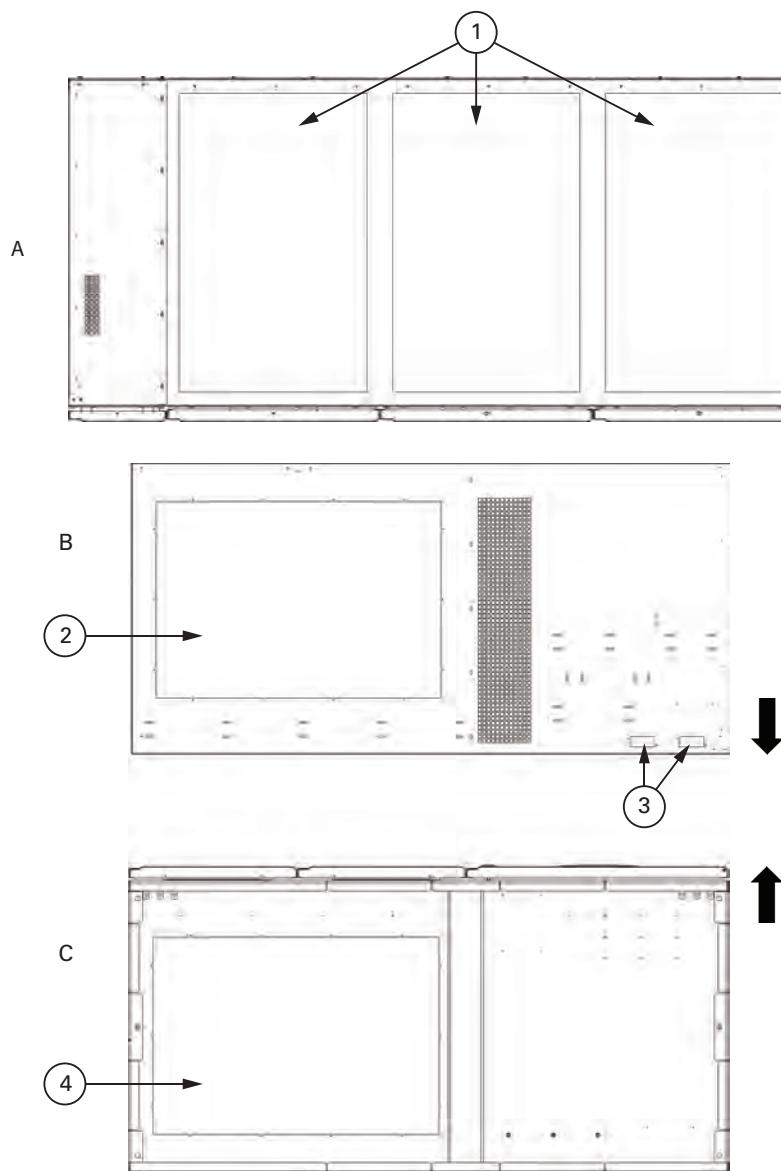
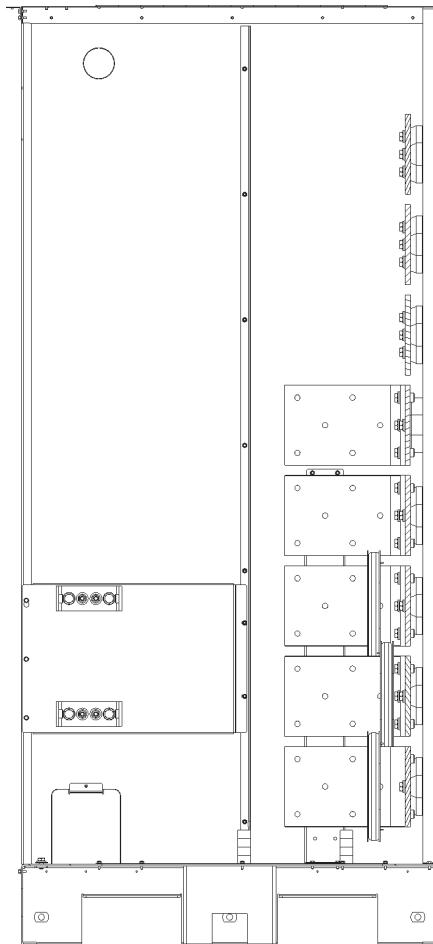
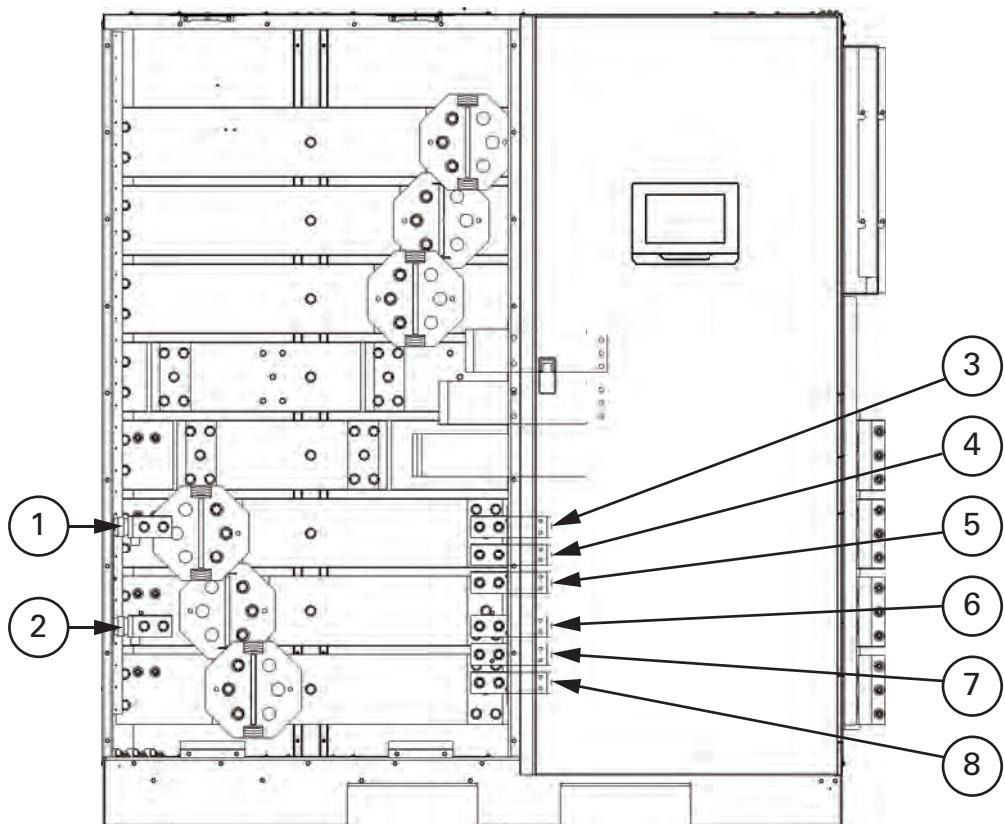

Рис. 4-14. Расположение входов проводки
Рис. 4-19. Узел ВВ клеммы питания секции ISBM ИБП - раздельный аккумулятор
Рис. 4-21. Вид спереди. Конфигурации с раздельными аккумуляторами
Снимите верхние или нижние вводные пластины шкафа ИБП и просверлите/пробейте в них отверстия (см. Рис. 4-14).
3. Проведите входной и выходной кабели/шины сверху или снизу шкафа к клеммам ИБП. Для получения информации о доступе к проводке и расположении клемм общего питания через выпрямитель см. Рис. 4-14 - Рис. 4-19, а для получения информации о расположении клемм отдельного питания через выпрямитель см. .
1. Проведите кабели аккумулятора между секцией ISBM ИБП и аккумуляторной системой или выключателем аккумулятора. Для получения информации о доступе к проводке и расположении клемм см. Рис. 4-14 - Рис. 4-19 и Рис. 4-21.